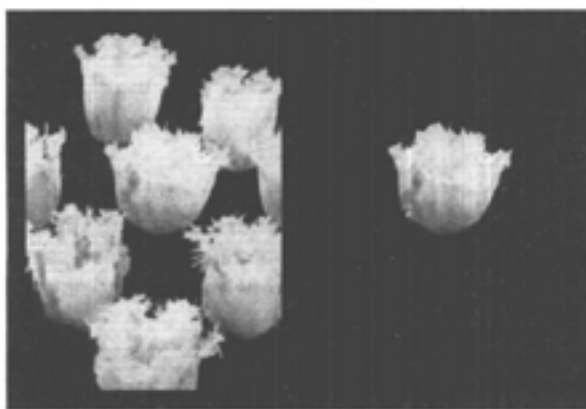

Рис. 5.36 Одна и та же картинка с разными установками прозрачности на фоне черной плашки
**Transparence** или **Alpha 1**. Если кроме альфа-канала прозрачности нет, то следует выбрать между **None** (Нет) и **Alpha 1**. Если альфа-каналов несколько, надо выбрать один из них. Это весьма удобно, поскольку включение различных зон прозрачности может сильно изменить впечатление от картинке и, таким образом, изменяя подключаемые альфа-каналы, можно использовать одну и ту же картинку несколько раз (рис. 5.36). Более того, использование альфа-каналов позволит вам делать несложные коллажи прямо в **InDesign**.